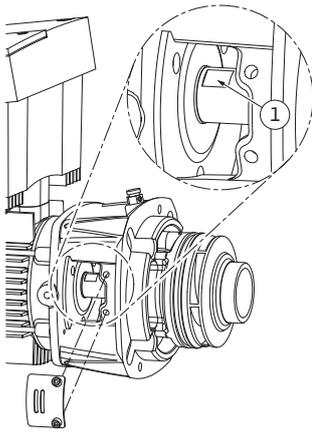

Fig. 54: Nøgleflader på akslen
15. Før en gaffelnøgle, optimal nøglevidde 22 mm, ind i lanternevinduet, og hold akslen fast med nøglefladerne (Fig. 54, pos. 1). Skru pumpehjulsmøtrikken (Fig. 7, pos. 15) ud. Pumpehjulet (Fig. 7, pos. 16) trækkes automatisk af akslen.
24. Før ved montering af pumpehjulet en gaffelnøgle, optimal nøglebredde 22 mm, ind i lanternevinduet, og hold akslen fast med nøglefladerne (Fig. 54, pos. 1).